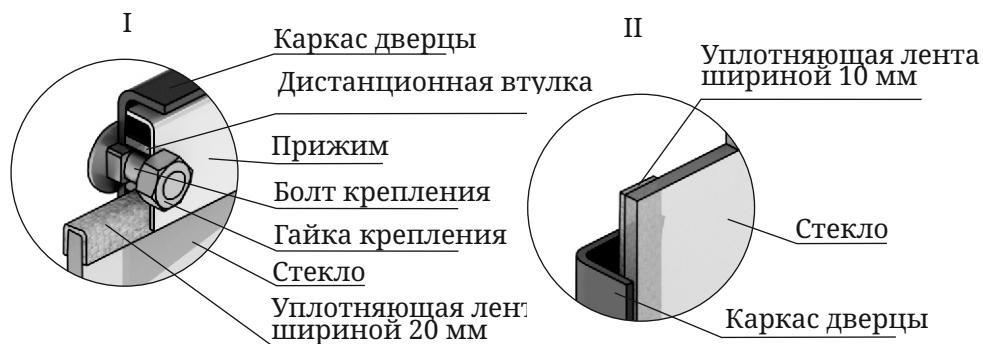

Рисунок 16. Крепление светорозрачного экрана дверцы модели «Витра»
1. Отверните две гайки, фиксирующие прижим (рисунок 16.I), демонтируйте его и дистанционные втулки.
Если на нем нет уплотняющих лент, наклейте их, лента шириной 20 мм наклеивается сверху и снизу стекла «П» - образно (рисунок 16.I), лента шириной 10 мм наклеивается вертикально, вдоль боковых сторон стекла (рисунок 16.II).
4. Вставьте стекло в упор, при этом лента, наклеенная с боковых сторон (вертикальная) должна быть зажата между стеклом и каркасом дверцы (рисунок 16.II).